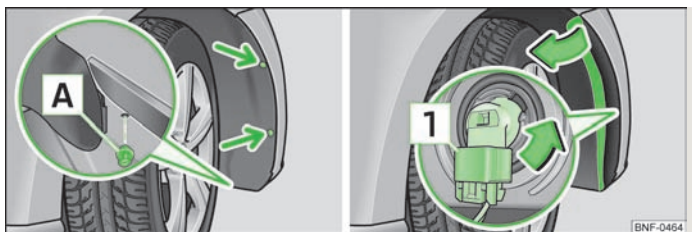

Fig. 122 Cava da roda dianteira: Substituir a lâmpada incandescente para faróis de nevoeiro
- Desenrosque os dois parafusos de fixação do revestimento da cava da roda utilizando uma chave de fendas » Página 129, *Ferramentas de bordo* (setas) » Fig. 122.
- Desenrosque a mola de expansão A » Fig. 122 em baixo, no revestimento da cava da roda, utilizando um objecto plano e embotado, p. ex., uma moeda, e retire-a.